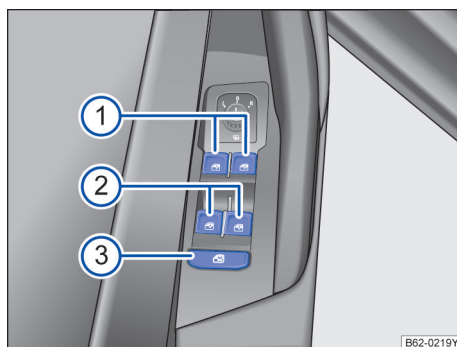

图 55 在驾驶员侧车门内：前部和后部车窗升降器的按钮。
→ 图 55 的图例：
：安全按钮 → 图 55③ 停用后部车窗控制按钮。这时按钮中的黄色指示灯亮起。